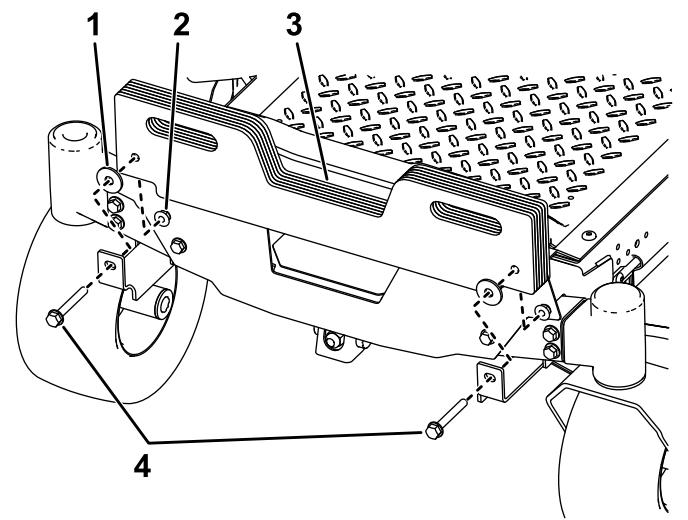

Bild 16
5. **Bei Maschinen, bei denen nur ein Grasfangkorb angebaut ist:** Installieren Sie die mitgelieferten zusätzlichen Kofferballaste mit zwei Schrauben (3/8" x 3¾") an der Maschine, je nach Bedarf gemäß der folgenden Tabelle (Bild 16).